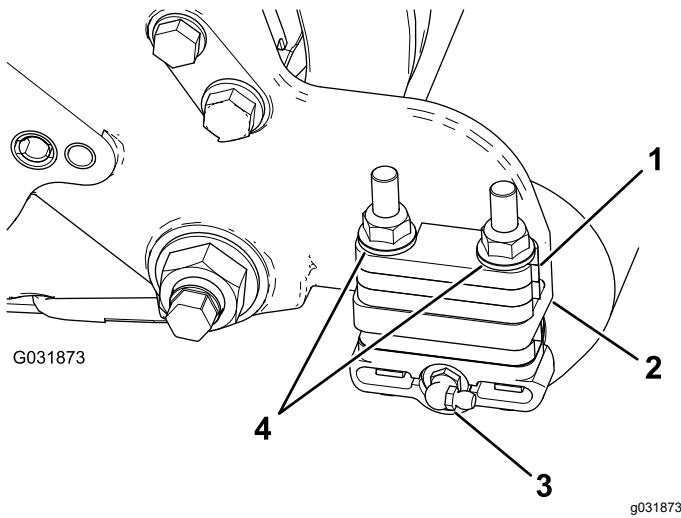

图 8
2. 安装 90 度黄油嘴使其面向后方 图 8。
3. 卸下将每个滚筒支架固定到侧板上的 2 个凸缘锁紧螺母和垫圈 图 8。